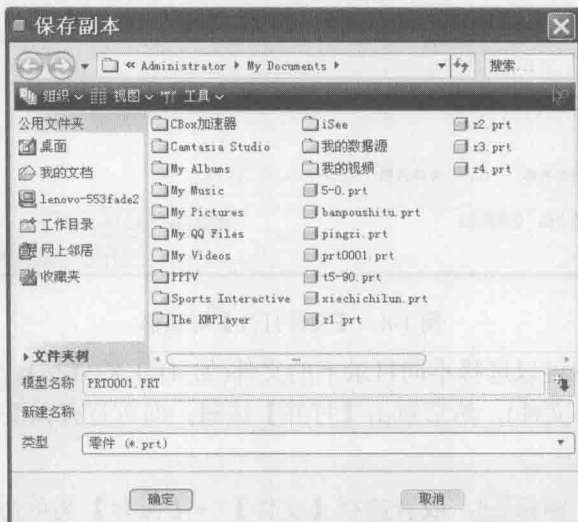

图 1-10 【保存副本】对话框
① 如果没有设置工作目录，这种保存方法是将图形保存在当前工作目录下，一般是保存在安装时默认的文件夹 My Documents 下；如果设置了工作目录，则保存在设置的文件夹下。
② 也可在【保存对象】对话框中的【保存到】文本框中对路径进行更改，如输入 D:\LX，则将该文件保存到 D:\LX 文件夹下。
③ 若想将文件另外命名并保存，可选择【文件】→【保存副本】菜单命令，系统弹出【保存副本】对话框，如图 1-10 所示。在【新建名称】文本框中输入新的文件名(如 LX1-8)，然后单击【确定】按钮，则用新的文件名保存了该文件。